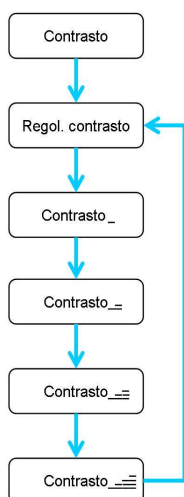

Fig. 12
- Premere ripetutamente il pulsante "Afficheur" finché non apparirà l'informazione "Contraste" accompagnata da un diagramma a barre sulla destra (Fig. 12).